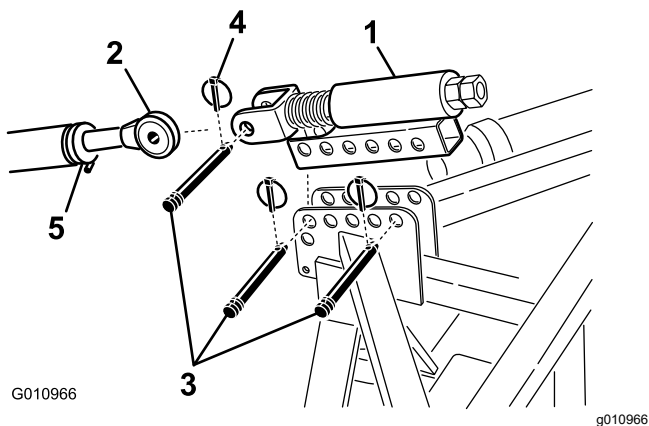

Рисунок 9
1. Прикрепите подпружиненную верхнюю тягу к кронштейну аэратора двумя соединительными штифтами и шплинтами с кольцом (Рисунок 9)
2. Ослабьте контргайку на верхней тяге механизма навески тягового блока. Отрегулируйте длину верхней тяги механизма навески так, чтобы она совместилась с вилкой на подпружиненной верхней тяге аэратора (Рисунок 9).
подпружиненной верхней тяге аэратора и закрепите с помощью соединительного штифта и шплинта с кольцом (Рисунок 9).
6. Поворачивайте верхнюю тягу механизма навески, пока пружина не будет сжата примерно на 13 мм (Рисунок 9).